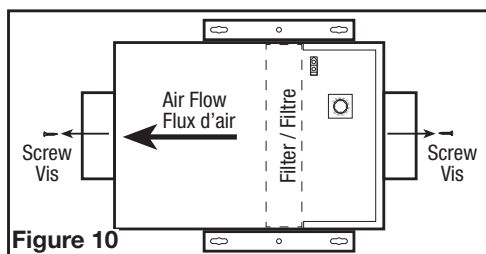

Figure 10
2. Ensure the filter is facing the correct way and slide the filter into the slot in the housing. Make sure the filter is seated all the way to the bottom of the housing (**Figure 10**).
2. Assurez-vous que le filtre est orienté dans le bon sens et faites glisser le filtre dans la fente du boîtier. Assurez-vous que le filtre est bien en place jusqu'au fond du boîtier (**Figure 10**).